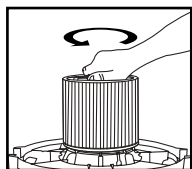

FIGURA 20
25. Para retirar el filtro para su limpieza, sostenga de nuevo la tapa del depósito y gire el retenedor del filtro en sentido contrario a las agujas del reloj para soltarlo y retirarlo. **FIGURA 20.**